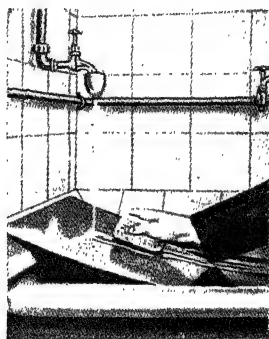

Abb. 133. Reinigen der Hochglanz-
Eine Aufquetschvorrichtung (40) gehört zu jeder Hochglanzpresse (siehe Abb. 131). Sie dient den verchromten Hochglanzplatten als Unterlage, leitet das herausgequetschte Wasser ab und ermöglicht ein tadelloses Aufquetschen ohne Fließpapier. Vielfach wird neben der Aufquetschvorrichtung ein Wasserhahn mit Schlauchbrause angebracht, damit die Chromplatten unmittelbar vor dem Aufquetschen auf dieser Vorrichtung gereinigt werden können. Die Platten sollen nur unter fließendem Wasser mit den Fingerspitzen leicht abgewischt werden. Tücher, Leder usw. sind zu vermeiden, weil sich darin leicht Sand und Schmutz verfängt, der die Politur gefährdet. Selbst die seidenweichen Agfa-Viskoseschwämme (siehe Abb. 133) müssen sehr saubergehalten und vorsichtig gehandhabt werden. Chromplatten sind sorgfältig vor Kratzern und Beschädigungen jeder Art zu schützen, denn die geringste Verletzung der Politur überträgt sich auf den Hochglanz der Abzüge.